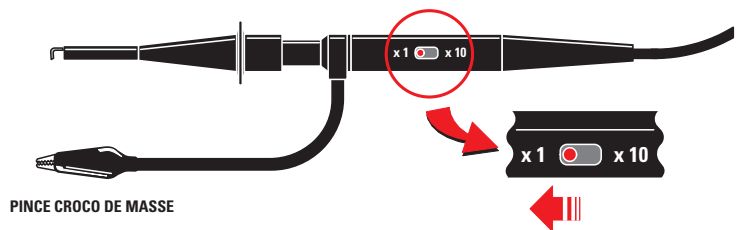

Figure 6: Nous conseillons de placer l'inverseur de la sonde sur x1.
- placer l'inverseur présent sur la sonde sur x1 (voir figure 6).